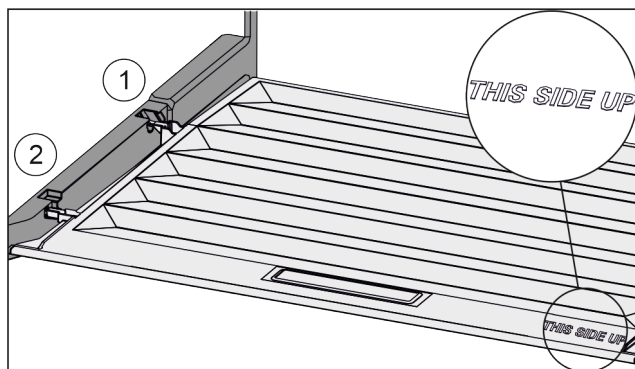

Fig. 95
- ▶ Výstupky víka zaveďte do zadních držáků Fig. 95 (1) a vpředu zaklesněte do držáku Fig. 95 (2).